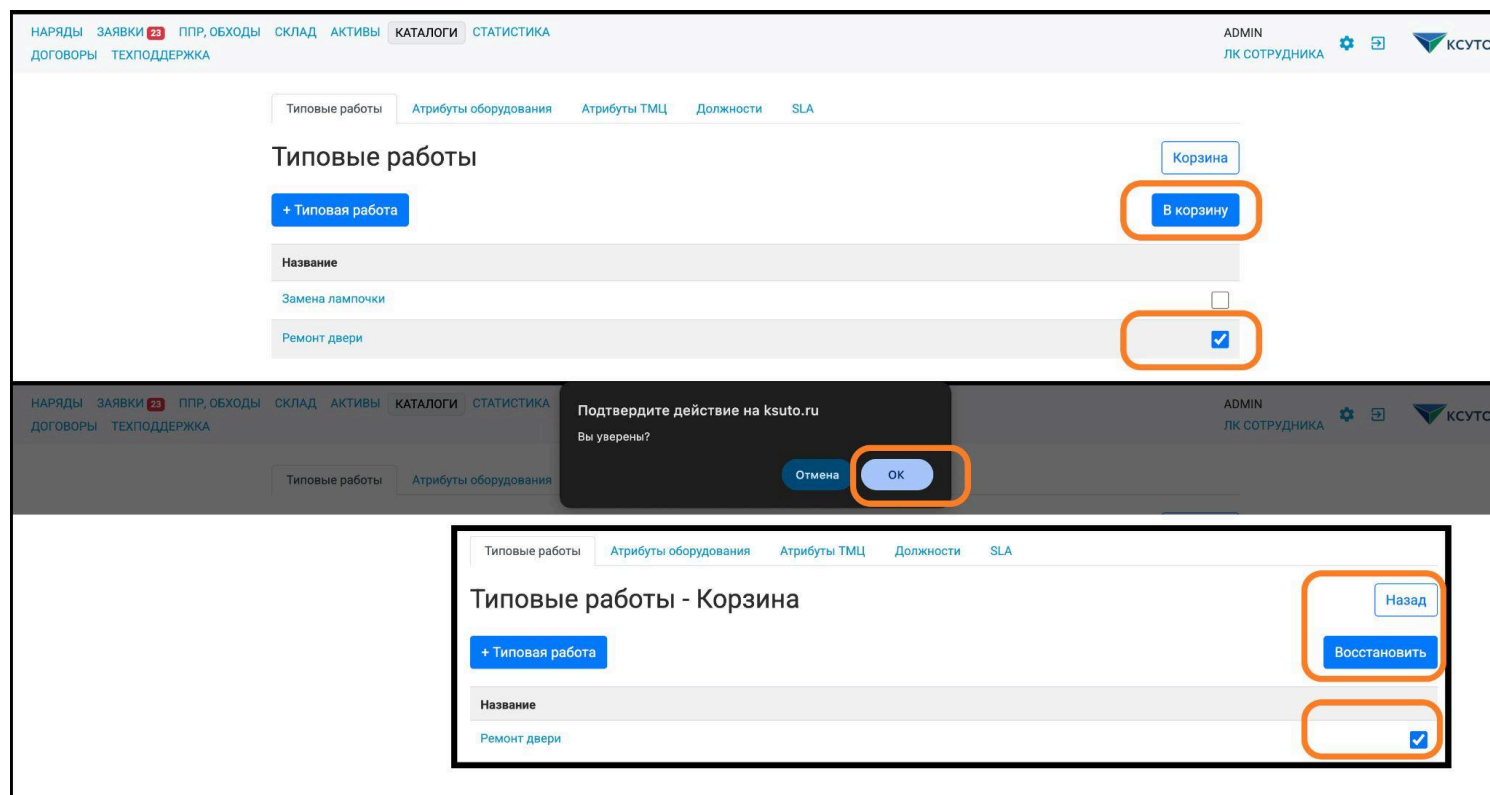

Рис.13 Создание, редактирование и удаление Типовой работы
- 4.5.10. В открывшемся окне, отметьте галочкой чекбокс с правой стороны строки наименования типовой работы и нажмите кнопку «Восстановить» (рис.13);